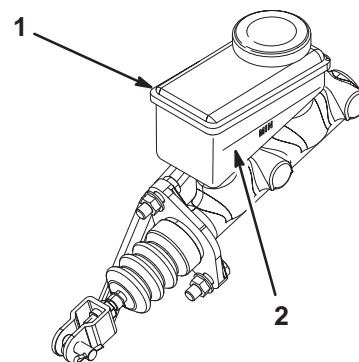

Bild 32
2. Sehen Sie sich die Seite des Behälters an. Der Stand sollte über der Minimummarkierung liegen (Bild 32). Wenn die Bremsflüssigkeit niedrig ist, reinigen Sie den Bereich um den Deckel, nehmen Sie den Deckel ab und füllen Sie den Behälter bis über die Minimummarkierung. **Füllen Sie nicht zu viel Bremsflüssigkeit ein.**